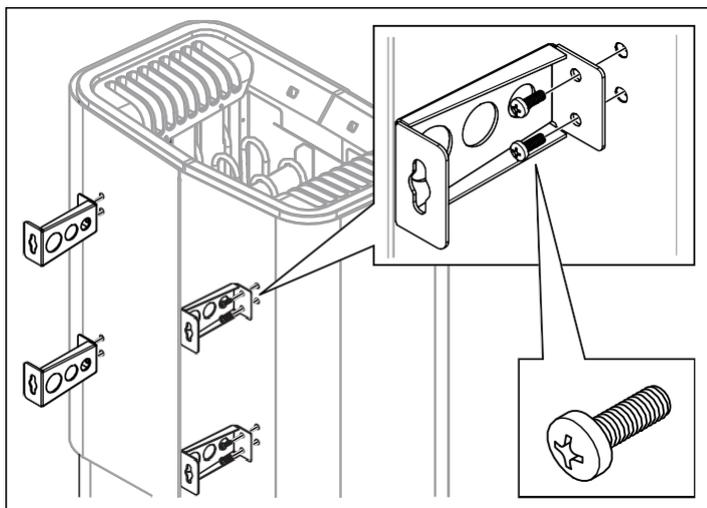

Figura 7: Fissare le staffe al riscaldatore
5. Svitare le prime due viti sul retro del riscaldatore e avvitare una delle quattro staffe in posizione. Ripetere la procedura fino a montare tutte le staffe, come indicato nella Figura 7.